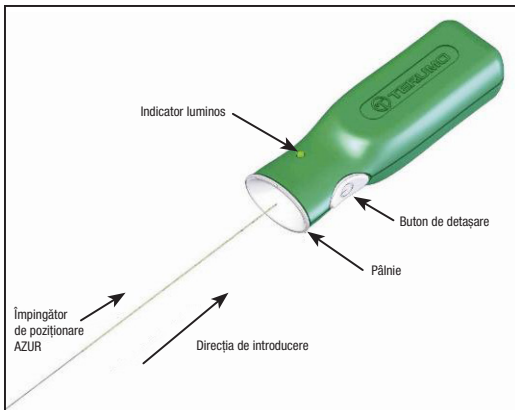

Figura 2 – Controler de detășare AZUR
15. Înainte de utilizarea dispozitivului, îndepărtați capătul proximal al împingătorului de poziționare din bucla de ambalare. Aveți grijă să evitați contaminarea acestui capăt al împingătorului de poziționare cu substanțe străine, cum ar fi sângele sau substanțele de contrast. Introduceți ferm capătul proximal al împingătorului de poziționare în secțiunea de până a controlerului de detășare AZUR. Consultați Figura 2. **Nu apăsați butonul de detășare în acest moment.**
32. Conectați capătul proximal al împingătorului de poziționare la controlerul de detașare AZUR prin introducerea fermă a capătului proximal al împingătorului de poziționare în secțiunea de palmă a controlerului de detașare AZUR. Consultați Figura 2.